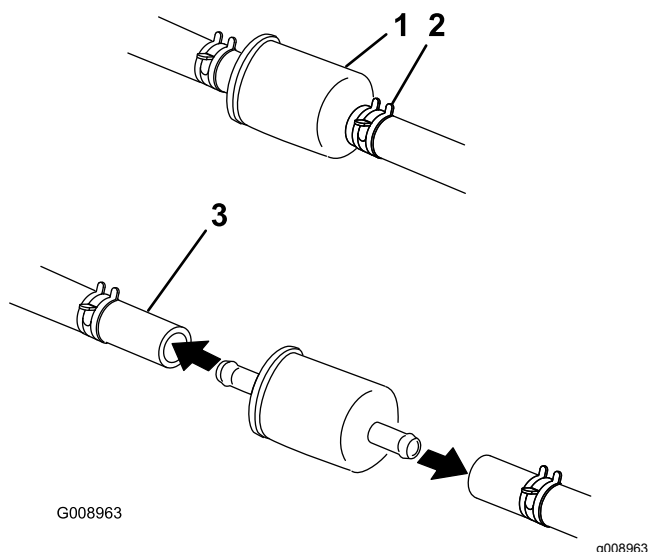

Figura 42
4. Aperte as pontas das braçadeiras de tubos e afaste-as do filtro (Figura 42).